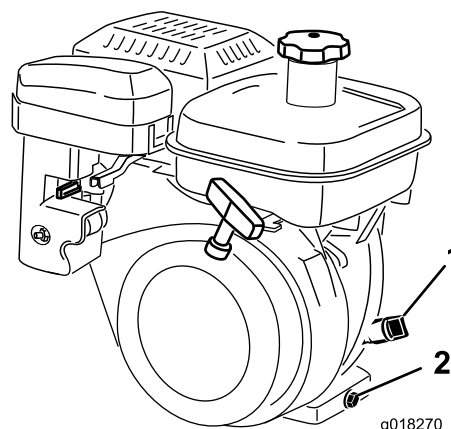

図 31
2. エンジンが水平になるように駐車し、オイルゲージの周囲をきれいに拭く 図 31。
3. ゲージを左に回して抜きとる 図 31。
4. ゲージをウェスできれいに拭き、もう一度差し込む。ゲージはねじ込まずに差し込む。ディップスティックをもう一度抜きとって、オイルの量を点検する。量が不足している場合には、ゲージの読みが H と L の間になるまで、必要量だけオイルを補給する 図 31。油量を確認する。入れすぎないこと。
2. 機体下にあるドレンプラグの下に廃油受けを置く 図 31。ドレンプラグをゆるめる。